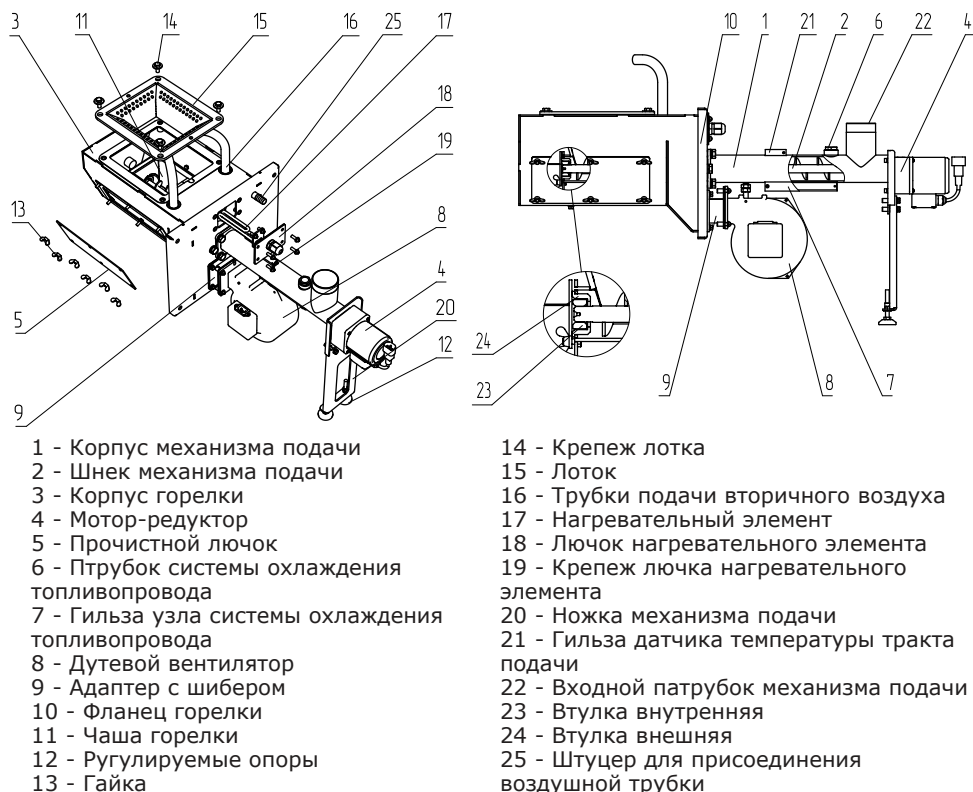

Рис.4 Механизм подачи топлива с горелкой котла
5.4. Горелка с приводом подачи топлива (Рис.4) служат для автоматической порционной подачи топлива из топливного бункера в горелку и его сжигания. Горелка снабжена системой автоподжига (поз.17) для розжига топлива без участия человека.
5.4.8. Для снижения вероятности проникновения дыма в топливный бункер в процессе снижения уровня загруженного топлива, предусмотрена воздушная трубка (Рис.1 поз.8) для выравнивания давления в механизме подачи и котле. Воздушная трубка соединяет механизм подачи (верхний) (Рис.1 поз.7) и горелку, в горелке имеется штуцер для присоединения воздушной трубки (Рис.4 поз.25) который располагается на фланце горелки (Рис.4 поз.10).
7.4.1. Соедините горелку с теплообменником котла (Рис.1) соединив фланец горелки (Рис.4. поз.10) с окном для установки горелки (Рис.2 поз.6), выставите ее по уровню с помощью регулируемой опоры (Рис.4 поз.12) и зафиксируйте четырьмя гайками, поставляемыми в комплекте поставки.